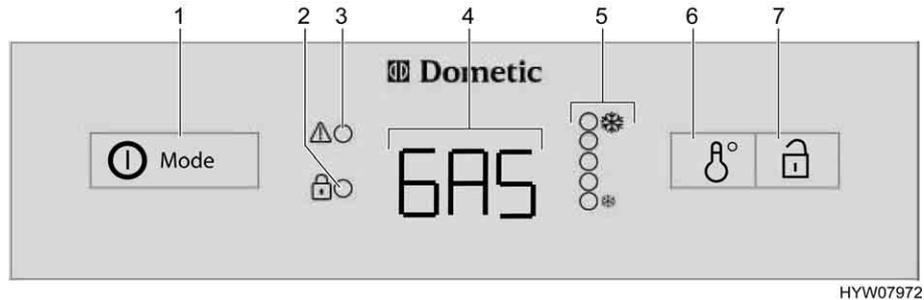

Fig. 161 Elementos de mando para el frigorífico (Dometic de la serie 8 con AES)
Con averías, parpadeará el visualizador LED avería "⚠" (Fig. 161,3).
Si se ha seleccionado el modo automático, **no** está conectada ninguna alimentación de 230 V y el motor del vehículo está **desconectado**, el AES seleccionará el suministro de gas. Al seleccionar el suministro de gas se abre automáticamente el seguro de encendido, de forma que puede fluir gas hacia el quemador. Simultáneamente se conecta el encendedor electrónico. Si se apaga la llama de gas, p. ej. debido a un golpe de viento, el encendedor se activa inmediatamente y enciende de nuevo el gas. Con una avería en el funcionamiento a gas, en el piloto (Fig. 161,4) parpadeará el texto "GAS".
Una vez conectado, el frigorífico selecciona automáticamente el ajuste medio del termostato. Este ajuste puede regularse posteriormente a mano con el conmutador para el ajuste de temperatura (Fig. 161,6). Los visualizadores LED (Fig. 161,5) indican el ajuste seleccionado del termostato. Con el interruptor se ajusta la temperatura de refrigeración para los tres tipos de energía. Pasan algunas horas hasta que el frigorífico alcanza la temperatura de servicio normal. Al conmutar el modo de funcionamiento se mantiene el ajuste del termostato. La temperatura de refrigeración se mantiene independientemente del tipo de energía.
- Pulsar el conector/selector de energía (Fig. 161,1) 2 segundos para conectar el aparato. Se visualiza el último modo de funcionamiento seleccionado en el piloto (Fig. 161,4).
- Seleccionar el tipo de energía con el conector/selector de energía (Fig. 161,1).
- La temperatura de refrigeración puede ser ajustada en el conmutador para el ajuste de temperatura (Fig. 161,6). Los visualizadores LED (Fig. 161,5) indican el ajuste seleccionado del termostato.
- Pulsar el conector/selector de energía (Fig. 161,1) 2 segundos. Todos los visualizadores se apagan.